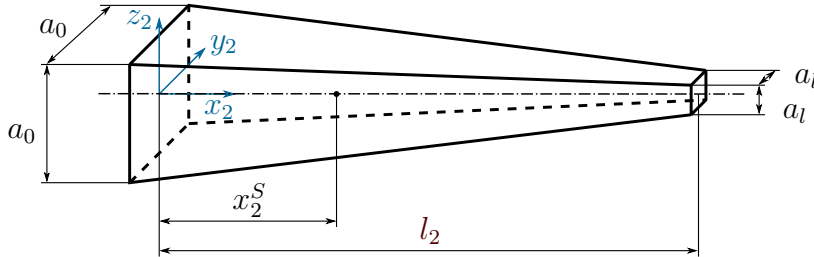

Abbildung 6: Ausleger des Schiffskrans.
- g) Der Ausleger des Schiffskrans wird durch den quadratischen Pyramidenstumpf aus Abbildung 6 approximiert. Der Ausleger hat die homogene Dichte ρ . Berechnen Sie den Schwerpunktsabstand x_2^S des Auslegers bei gegebener Masse 3.5 P. |